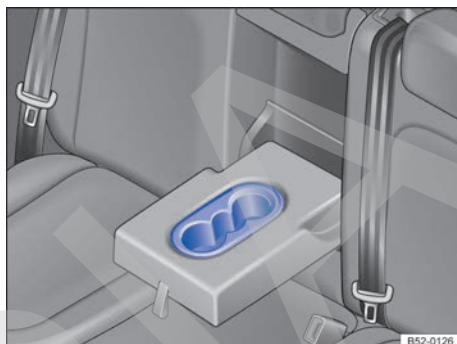

Fig. 197 En el reposabrazos central trasero: portabebidas.
- Para *abrir* el portabebidas, baje el reposabrazos → fig. 197.
- Para *cerrar* el portabebidas, levante el reposabrazos → fig. 197.